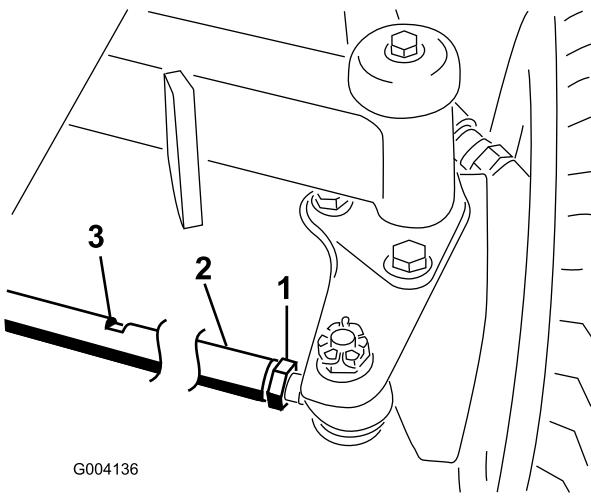

Figura 61
- Desaperte a porca de bloqueio em cada extremidade da barra de direção (Figura 61).